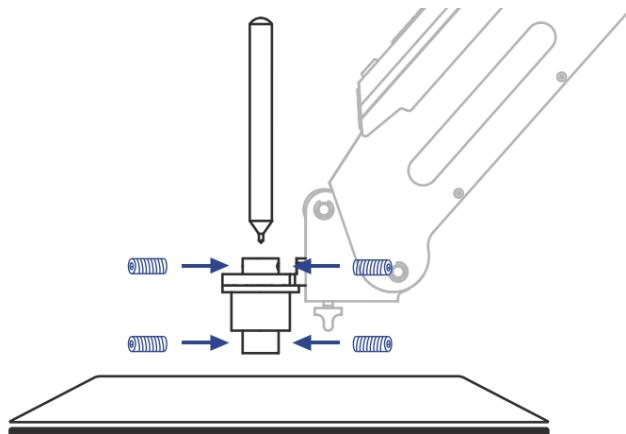

图 5.37 更换笔
如果要更换笔，则用 1.5mm 内六角扳手拧松夹笔器上的四颗M3\*5基米螺丝进行更换，如图 5.37所示。
1. 在连接DobotStudio时会弹出“工具选择”对话框，我们需在下拉框中选择“DobotStudio”重新烧录固件，如图 5.37所示，并单击“确认”。